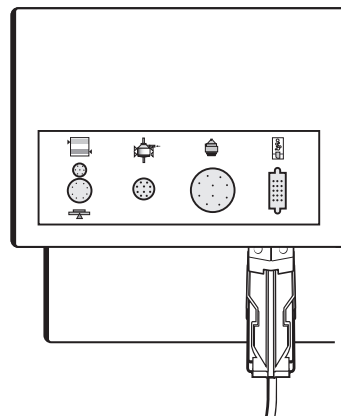

Abbildung 5-25. Anschluss des RS232-Steckers
1. Schließen Sie den RS232-Stecker an der Konsole an (siehe Abbildung 5-25). Die Meldung ABD-KABEL NICHT ANGESCHLOSSEN in der oberen Zeile der Meldungsleiste wird ausgeblendet.